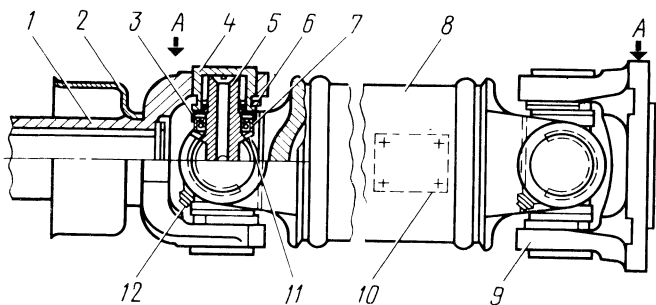
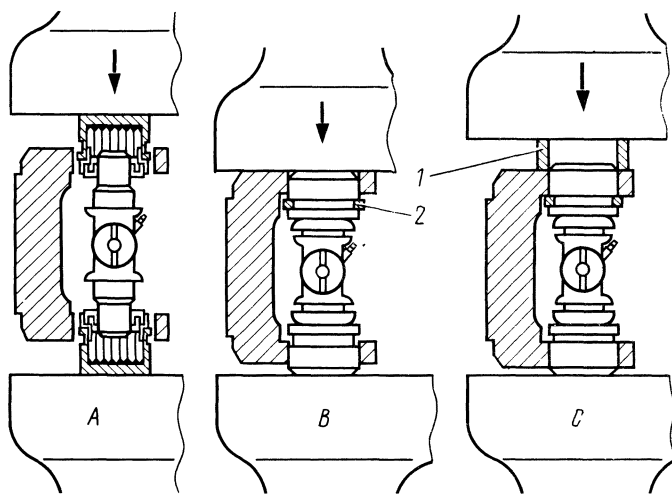

Рис. 112. Карданная передача:
Рис. 117. Последовательность сборки карданного шарнира:
Карданная передача (рис. 112) состоит из полого вала, имеющего два шарнира. Передний шарнир заканчивается скользящей вилкой, которая шлицевым отверстием надевается на вторичный вал коробки передач, а наружной поверхностью входит в сальники и центрирующую втулку удлинителя коробки передач.
Перед демонтажом вала необходимо сделать метки взаимного углового положения скользящей вилки и вала коробки передач. Метки удобно делать краской на отражателе скользящей вилки и удлинителе коробки передач. После отвертывания болтов крепления фланца карданного вала к фланцу заднего моста необходимо разъединить фланцы (без ударов по трубе). Допускаются легкие удары молотком в местах, указанных на рис. 112. А затем вал вынуть из коробки передач и поставить новую метку на торце вторичного ва-
2. Ввести крестовину во фланец (в вилку) и, соблюдая положение масленки по рис. 112, вставить в отверстия ушек подшипники, надевая их на шипы крестовины (рис. 117, А). При запрессовке следить, чтобы крестовина свободно проворачивалась и перемещалась вдоль своей оси.
3. Сжать подшипники до упора, пока один из подшипников не запрессуется заподлицо с торцом ушка (рис. 117, В).
5. Приставить кольцо 1 к торцу ушка фланца (вилки) со стороны запрессованного подшипника и сжать шарнир настолько, чтобы стопорное кольцо дошло до внутреннего торца ушка (рис. 117, С).
7. Ввести фланец с крестовиной в проушину вилки, приваренной к трубе так, чтобы масленки стали в одной плоскости и были расположены согласно рис. 112.
местам, допускающим удары (см. рис. 112), добиться снижения усилия поворота.